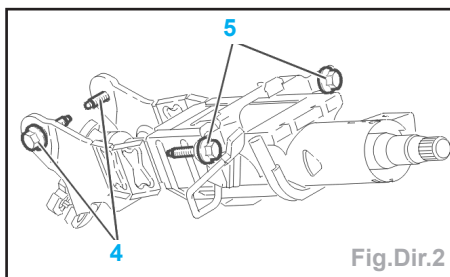

Fig.Dir.2
- Pivoter la gaine (1) de façon à positionner les pions (2) en face des orifices (B).
- le support de gaine (3),
- la gaine de volant (1).
- Déposer les vis (4 et 5) de la colonne de direction (Fig.Dir.2).